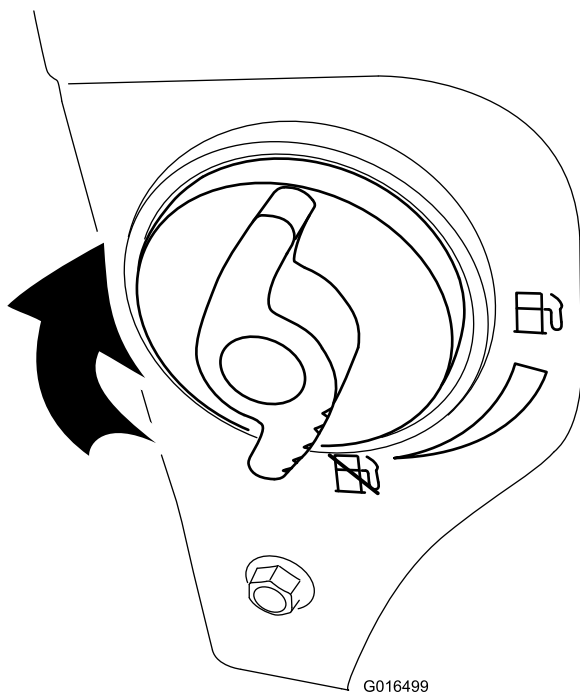

Рисунок 27
4. Закройте отсечной топливный кран, повернув его по часовой стрелке (Рисунок 27).